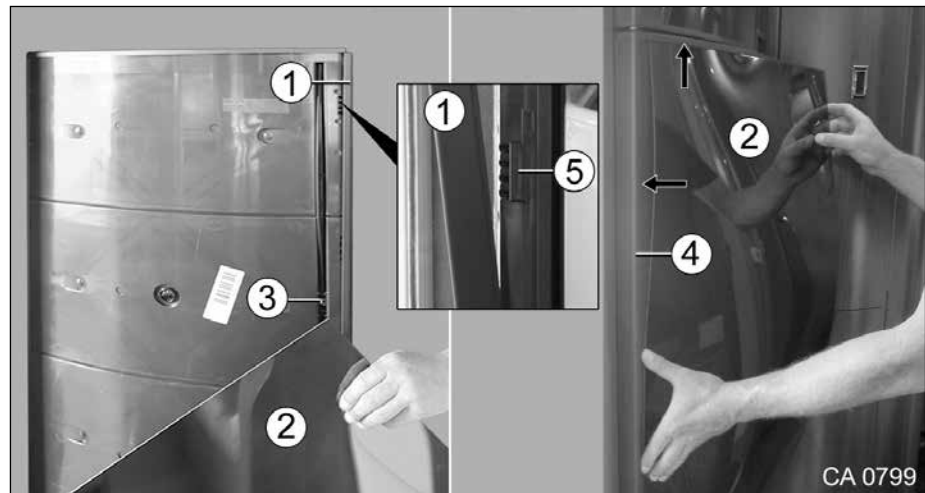

Fig. 113 Déverrouiller la porte du frigo
1. Détacher prudemment la baguette en plastique amovible (Fig. 113, pos. 1). Pour cela, tirer la baguette (Fig. 113, pos. 1) vers l'avant jusqu'à ce que le recouvrement (Fig. 113, pos. 2) puisse être enlevé.
2. Tirer le recouvrement (Fig. 113, pos. 2) prudemment hors des baguettes de fixation périphériques (Fig. 113, pos. 4) et les déposer dans un endroit approprié. Éviter tout endommagement par des égratignures p. ex.
3. Déverrouiller la porte du frigo au niveau de la fermeture (Fig. 113, pos. 3) et l'ouvrir. Contrôler le mécanisme de fermeture quant à des dysfonctionnements visibles.
1. Enficher d'abord le recouvrement (Fig. 113, pos. 2) dans la rainure de la baguette de fixation inférieure et ensuite dans la baguette de fixation latérale et supérieure (Fig. 113, pos. 4).
2. Pour terminer, remettre en place la baguette en plastique (Fig. 113, pos. 1). Pour cela, glisser la baguette (Fig. 113, pos. 1) dans les glissières (Fig. 113, pos. 5).